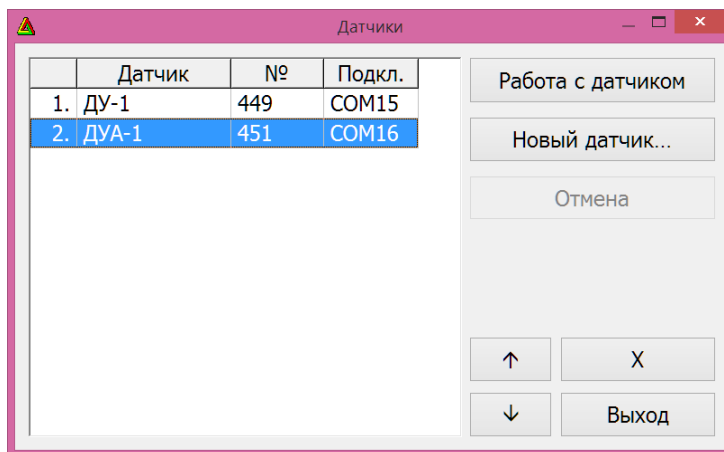

Рисунок 4. Диалоговое окно «Датчики» в «БД СИАМ»
- появится диалоговое окно «Датчики» (см.Рис.4):